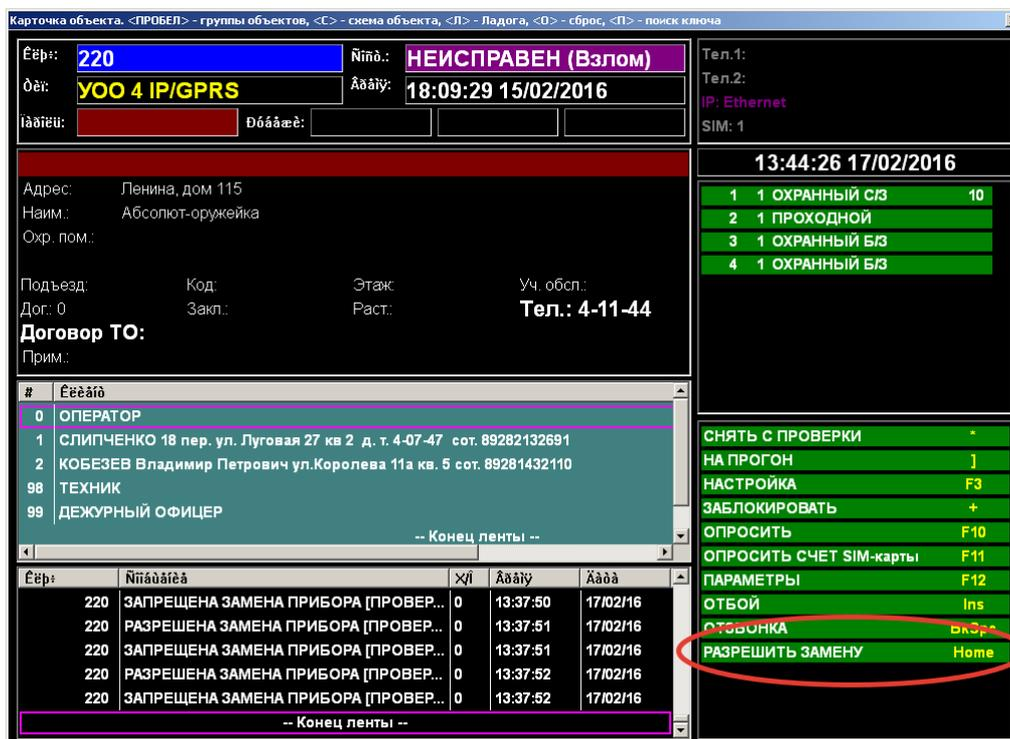

Рисунок 5.92. Пункт меню разрешения замены в карточке устройства
- В карточке объекта в Меню доступных операций выбрать операцию **Разрешить замену** (рисунок 5.92).